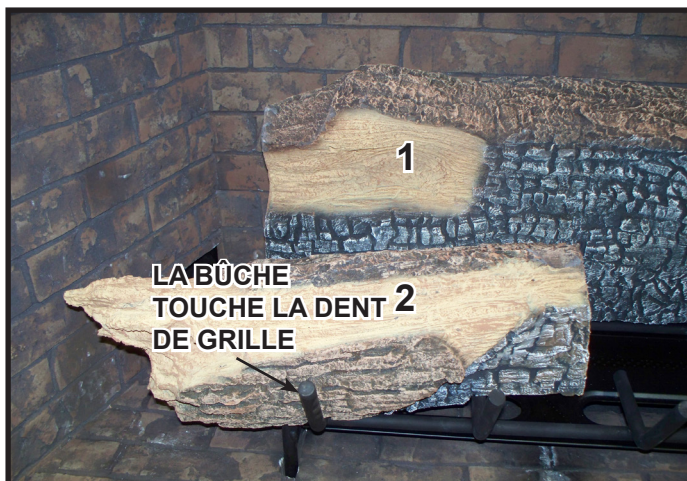

Figure 5.
**Bûche n° 2 (2285-702)** : Localisez les fentes de disposition de la bûche au bas de la bûche n° 2. Voir la figure 4. Assemblez l'encoche du bas de la bûche n° 2 avec les dents de gauche et du centre de la grille. Voir la figure 5. Glissez la bûche vers l'avant de l'appareil, jusqu'à ce que l'avant gauche de la bûche touche l'arrière gauche de la dent de grille et s'arrête sur le côté droit de la bûche en touchant l'arrière de la dent du centre gauche de la grille.